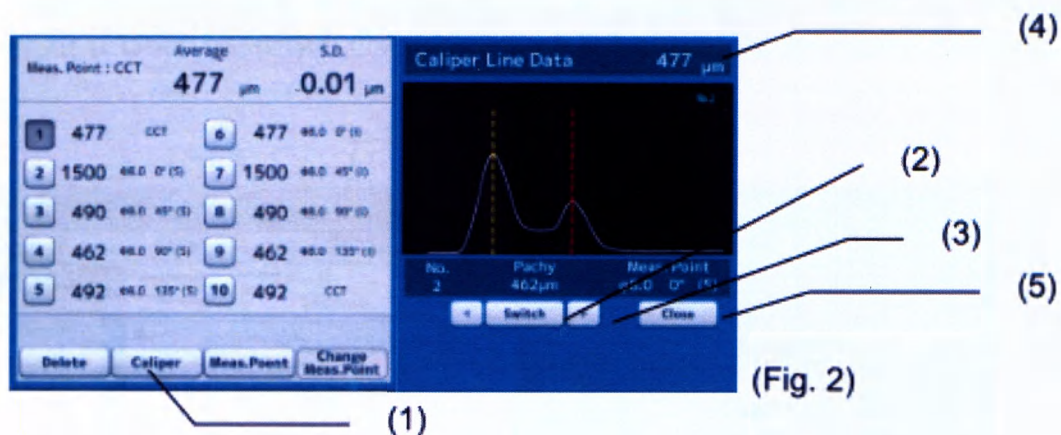

Рисунок 2
1) Нажмите кнопку «Толщиномер» (1), чтобы отобразить экран толщиномера (Рисунок 2).
2) Нажмите кнопку «Переключить» (2), чтобы выбрать линию толщиномера для регулировки.
3) Нажмите кнопку «Перемещение активной линии толщиномера» (3), чтобы изменить положение активной линии толщиномера. Вместе с перемещением линии толщиномера отображается расстояние между линиями толщиномера (4).